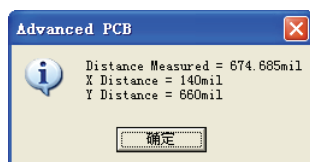

图 6-69 测量两点间距
(1) 执行该命令，此时鼠标变成十字形状出现在工作窗口中。
(2) 移动鼠标到某个坐标点上，单击鼠标左键确定测量起点。如果鼠标移动到了某个对象上，则系统将自动捕捉该对象的中心点。
(3) 此时鼠标仍为十字形状，重复确定测量终点。此时将弹出如图 6-69 所示的对话框，在对话框中给出了测量的结果。测量结果包含总距离、X 方向上的距离和 Y 方向上的距离三项。